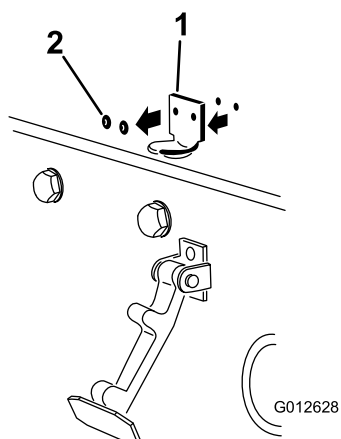

Figura 12
2. Retire los 2 remaches que sujetan el cerradero del capó al capó (Figura 12). Retire el cerradero del capó.